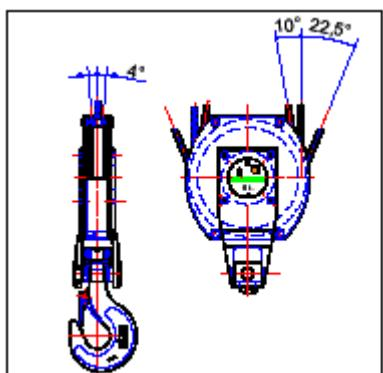
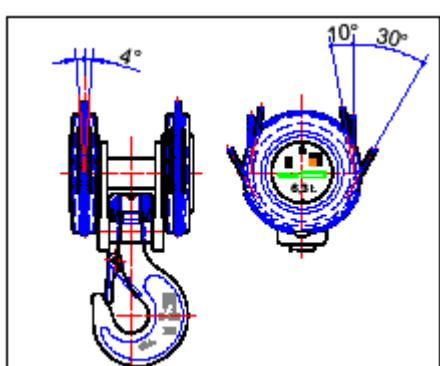

Fig. 4
Fig. 5
- Las aberturas del paso de cable en las cubiertas de protección deben permitir una desviación lateral máxima de 4° en el eje vertical de las poleas y 10° y 22,5° en el eje lateral para la CUB (fig. 4), 20° y 30° de la CHA y CHB (fig.5)